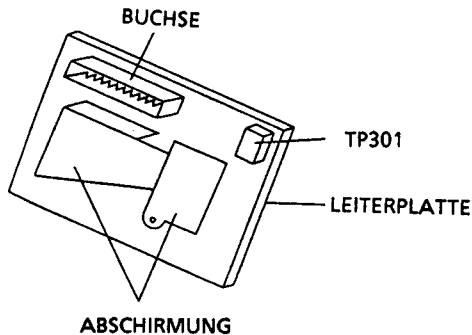

Abbildung 2-6.
4. R206 so einstellen, daß der Synchronspitzenteil der Amplitude 240 ± 10 mVs-s beträgt (siehe Abbildung 2-6).